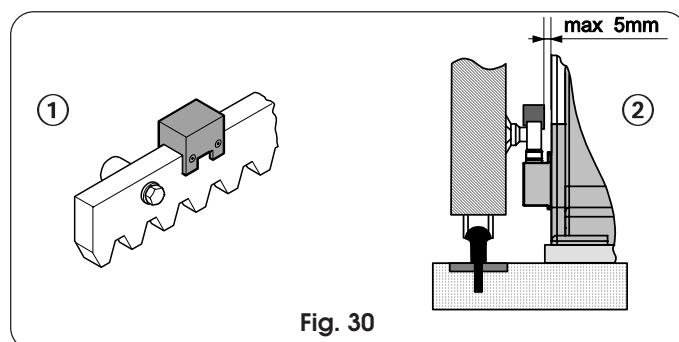

Fig. 30
- Positionner les aimants sur la crémaillère d'après la Fig. 30 Réf. ①. Vérifier que la distance entre l'aimant et le corps de l'opérateur soit au max. 5 mm (Fig. 30 Réf. ②).